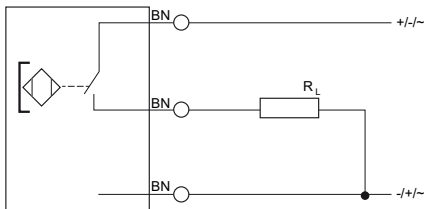

Abb. 5: Betrieb des Reed-Schalters
- Der Reed-Schalter muss immer mit einer Last (RL) betrieben werden (siehe Abb. 5 auf Seite 24) damit es bei einer Betätigung des Schalters nicht zu einem Kurzschluss über den geschlossenen Reed-Kontakt kommen kann.